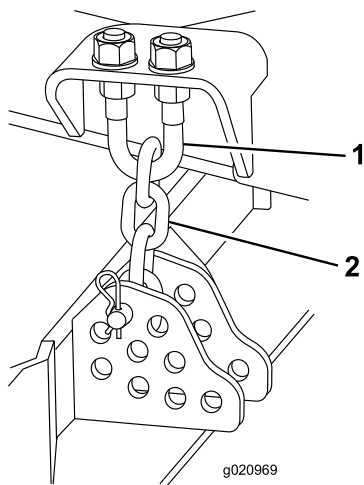

Figura 105
1. Desaperte as porcas de retenção na zona superior ou inferior da cavilha em U da correia da altura de corte (Figura 105).